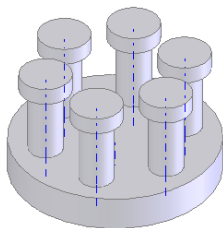
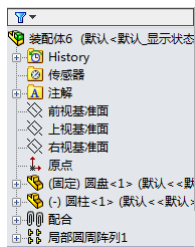

图 7-48 圆周阵列后的图形
图 7-49 装配体的“FeatureManager”设计树
【例 7-2】以图 7-48 所示的装配体为例讲述圆周阵列零件的操作步骤。
**10** 单击属性管理器中的“确定”图标按钮, 完成零件的圆周阵列，结果如图 7-48 所示。此时装配体文件的“FeatureManager 设计树”如图 7-49 所示。